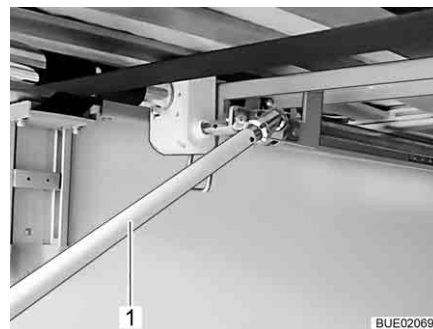

Fig. 140 Manovella nel garage di coda
- Per sollevare il letto: ruotare la manovella (Fig. 140,1) in senso orario.
Per abbassare il letto: ruotare la manovella (Fig. 140,1) in senso antiorario.